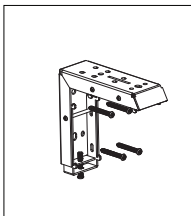
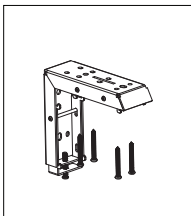

图2
图3
a. 木质墙壁或天花板安装: 将4个 $\phi 6 \times 50$ 的自攻螺丝穿过安装架背部或顶部相对应的孔, 使其固定在墙壁或天花板上。(如图2、图3)